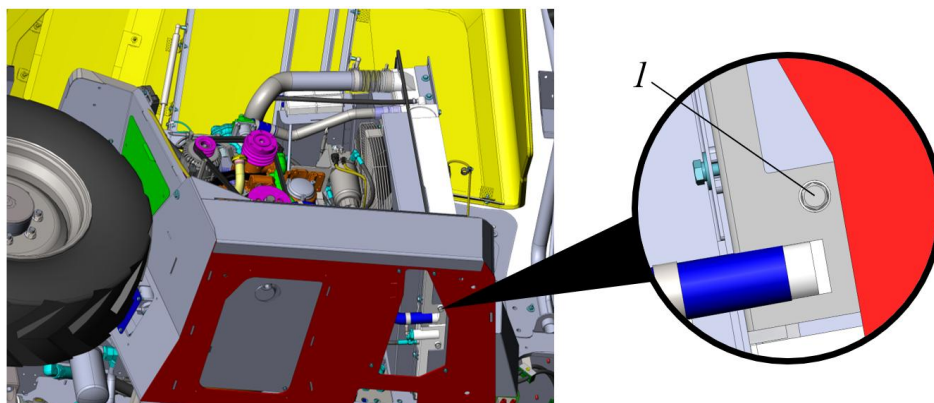

Рисунок 5.33. Замена охлаждающей жидкости шаг 2
Разместить подготовленную емкость  под сливной пробкой 1, рис. 5.33.
- ▶ После того, как вся жидкость стечет с системы, вкрутить пробку 1, рис. 5.33.